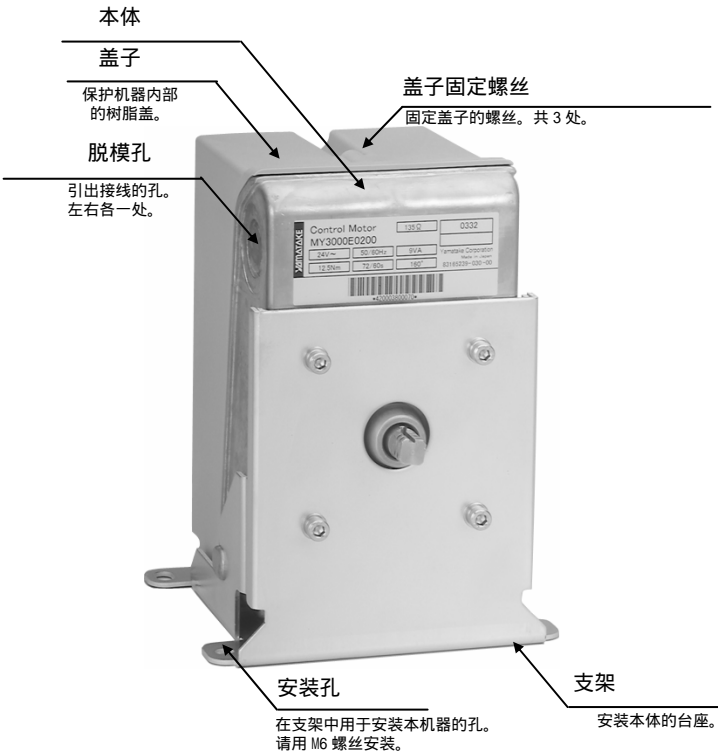

图 2 各部位名称
- 2) 在进行接线时，必须在执行器上开脱模孔。在端子台的两侧有 22 的非贯通脱膜孔，根据接线管或接头的安装方向，挑选合适的孔径用螺丝刀轻轻敲击，打通该所选择的孔。(参照图 2)
- 3) 在进行接线作业时，将三处端子固定螺丝卸下，然后卸下盖子。(参照图 2)
(参照图 2)
- 6) 接线后，用盖子固定螺丝将盖子固定。(参照图2)